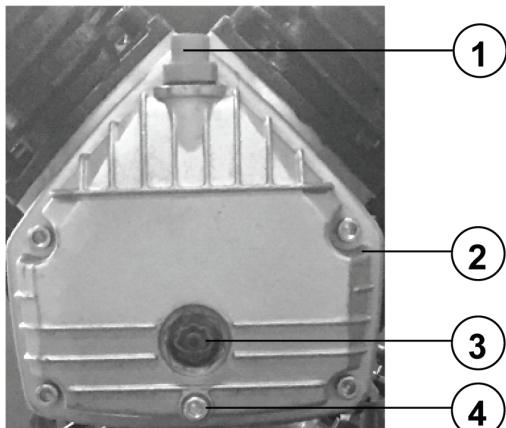

Рис. 11
1. Приоткрыть пробку маслозаливного отверстия (Рис. 11)
2. Подставить под пробку маслосливного отверстия сборную емкость и открутить пробку маслосливного отверстия (Рис. 11)